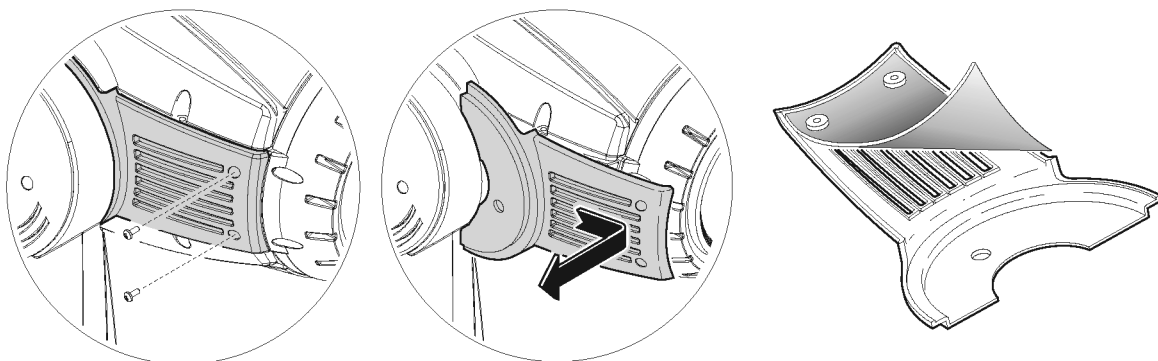

Figure 17 : changement des filtres à air
- 2 Retirez les vis du haut sur le panneau situé à gauche de l'afficheur. Basculez le panneau pour dévoiler la carte mère (figure 17).